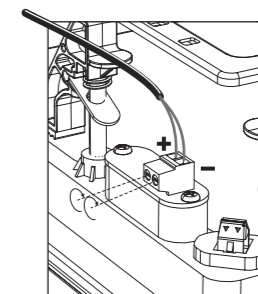

Fig. 7. Connecting Speaker Wires to the Frame
2. Localisez le connecteur de borne à vis à l'arrière du cadre (Fig. 7). La polarité des connexions est indiquée comme indiqué sur l'illustration.